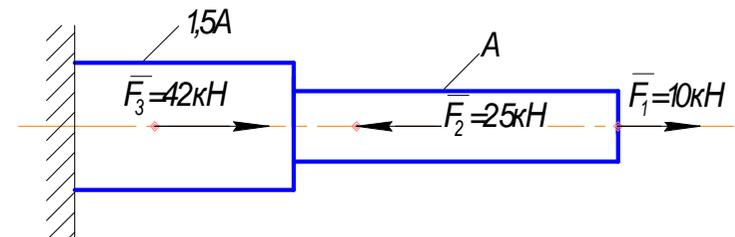

Рис.2.6
2.11. Для бруса на рис.2.6 определить необходимую площадь сечения А из условия прочности при  $[\sigma] = 160 \text{ МПа}$ . Сохранить конструктивную форму бруса.